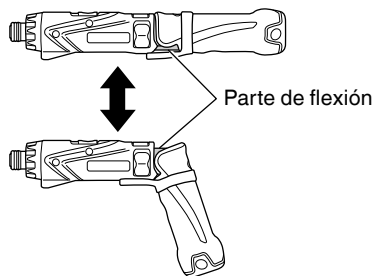

Fig. 13
- Si la cubierta de goma se afloja, se daña o se pierde, contáctese con su CENTRO DE SERVICIO AUTORIZADO DE metabo HPT. (Fig. 13)